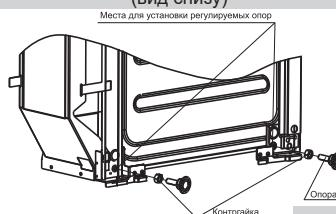

рис. 1
- Перед эксплуатацией установите плиту горизонтально (рис.1). Если ваша плита оснащена регулируемыми опорами необходимо: